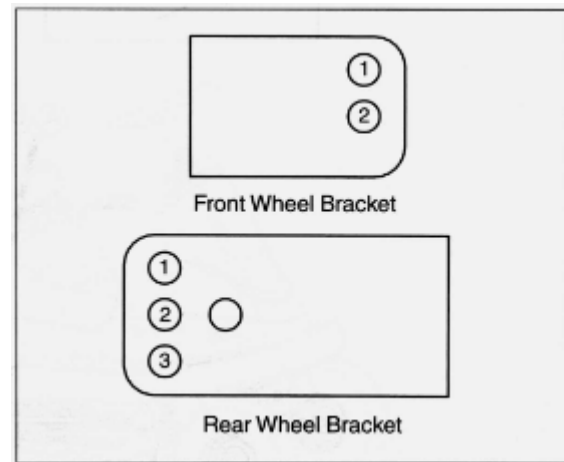

Рис. 28
4. Установите колеса в отверстия кронштейна максимально низко (установочные колеса не должны касаться земли) (см. рис. 28 и таблицу).
5. Установите колеса (4), втулки (3), болты (2) и гайки (1).